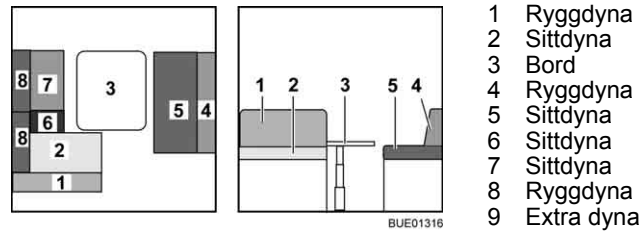

Bild 146 Före ombyggnaden
- Bygg om bordet (Bild 146,3) till sängbotten (se avsnitt 6.11).
- Tag bort ryggdynorna (Bild 146,1, 4 och 8) och lägg dem åt sidan.